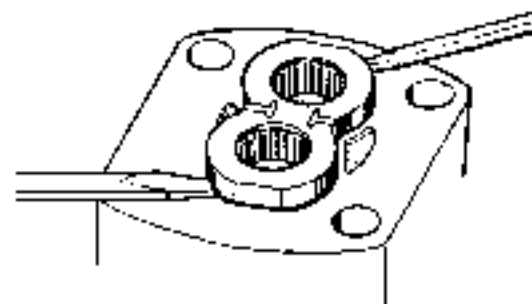

Fig. 12
11. Remove side-plates (4) installed in each of end frame (1) and bearing case (2), by inserting screwdriver or the like into the pocket seal grooves and raising evenly the side-plate. (Fig. 12)
11. ドライバーか類似工具をサイドプレート内のポケットシール穴に差し込み、平均的に持ち上げて、ベアリングケース(2)及びエンドフレーム(1)からサイドプレート(4)を外す。(Fig. 12)